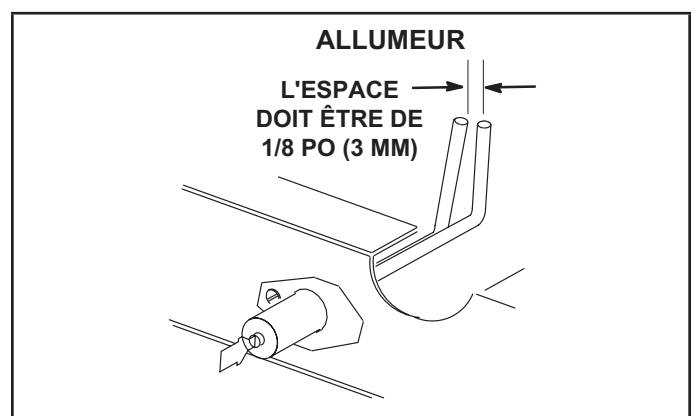
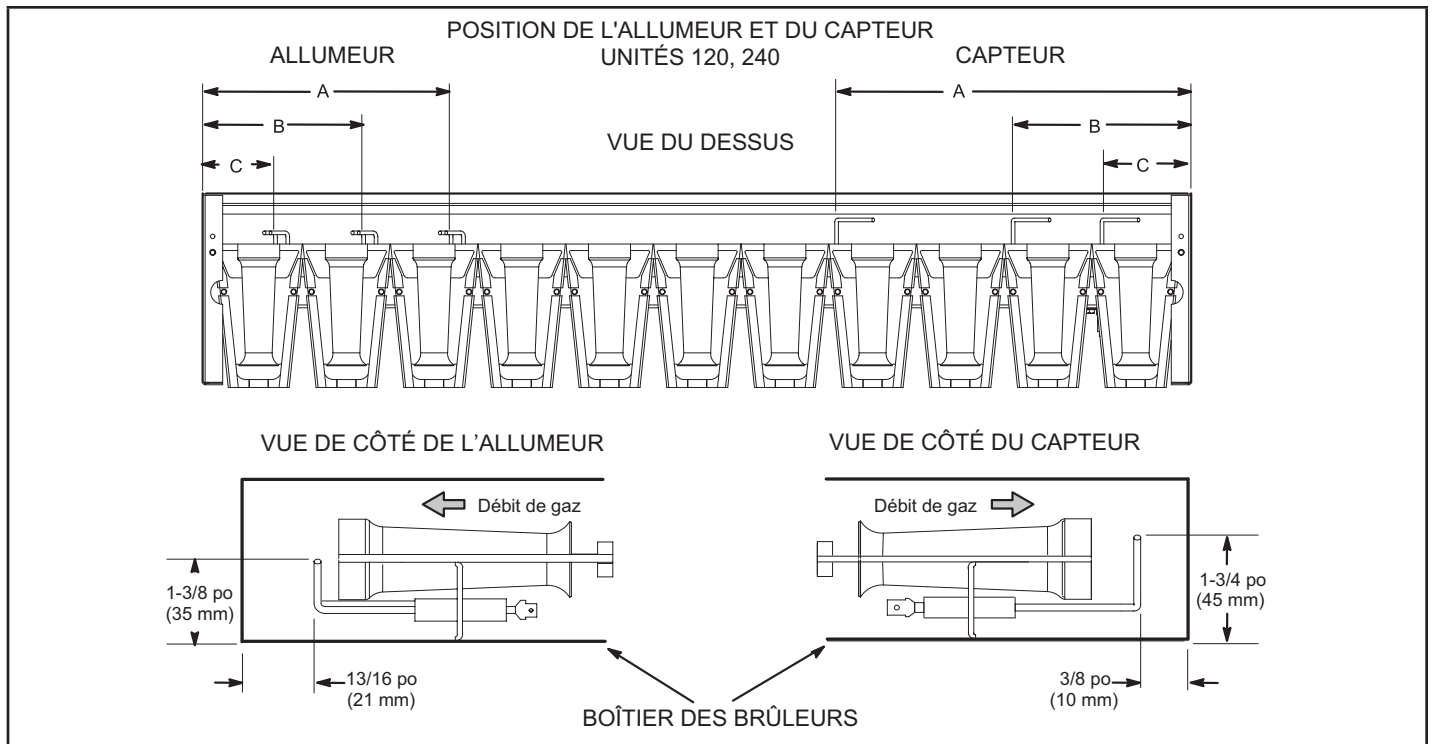

FIGURE 47
FIGURE 48
- 5 - Localisez l'allumeur sous le brûleur droit pour les unités 036 et 060. Reportez-vous à la FIGURE 46. Localisez l'allumeur sous le brûleur gauche pour les unités 092-240. Reportez-vous à la FIGURE 48 et au TABLEAU 29. Utilisez des jauges d'épaisseur pour vérifier l'écartement des électrodes comme indiqué à la FIGURE 47.